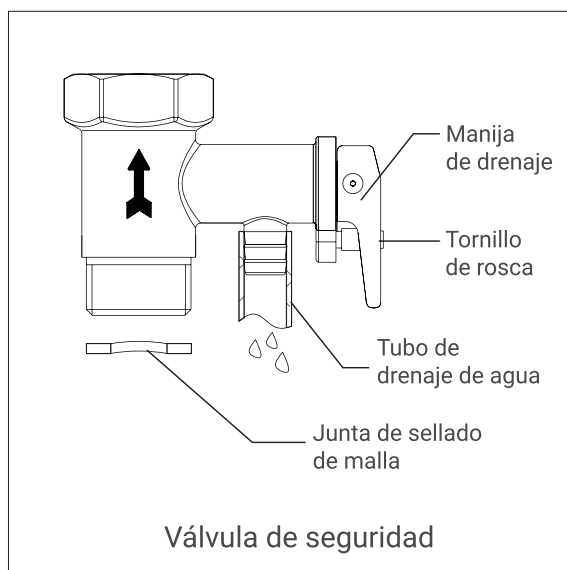

Fig.7
- Desenrosque el tornillo de rosca de la válvula de seguridad multifunción y levante la palanca de vaciado hacia arriba (véase la fig. 7) para vaciar el agua del depósito interior.